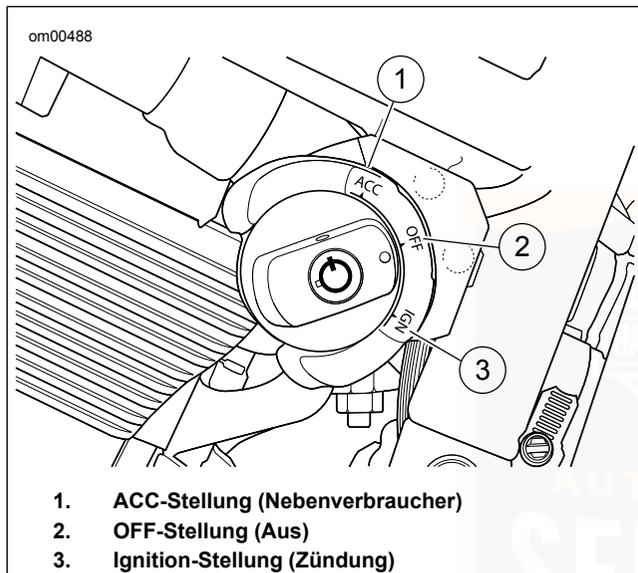

Abbildung 4. Zündschalter: VRSC-Modelle
1. Siehe Abbildung 4. Zum Entfernen des Schlüssels aus der Zündung diesen in die Stellung OFF (Aus) drehen.
2. Siehe Abbildung 4. Den Zünd-/Scheinwerferschalter auf **IGNITION (Zündung)** drehen und den **ANLASSERSCHALTER** drücken, um den Anlassermotor zu betätigen.
2. Siehe Abbildung 4 . Den Zündschlüssel nach links auf OFF (Aus) stellen, um die Zündung ganz AUSZUSCHALTEN.